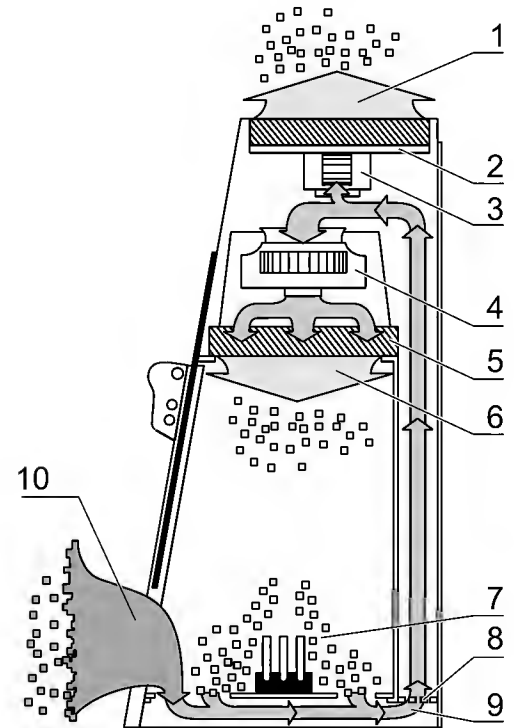

Fig. 4
**Fig. 4:** El sistema de filtros está formado por dos filtros HEPA para el aire de circulación y de salida y un filtro de depuración basta para proteger la aspiración.